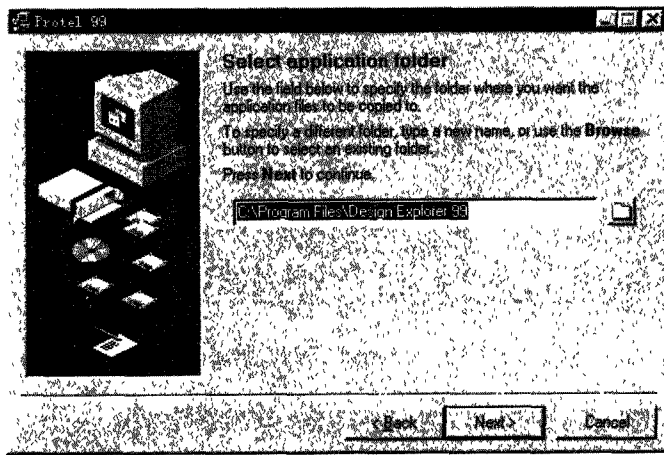

图 1-4 选择安装路径画面
5) 随后, 屏幕上会出现一个画面, 如图 1-4 所示, 该画面提示你选择安装 Protel 99 的路径。在该对话框中, 给出了一个默认的安装路径, 假如你不希望安装在该路径指定的位置, 可以单击画面中的文件夹图标进行浏览。